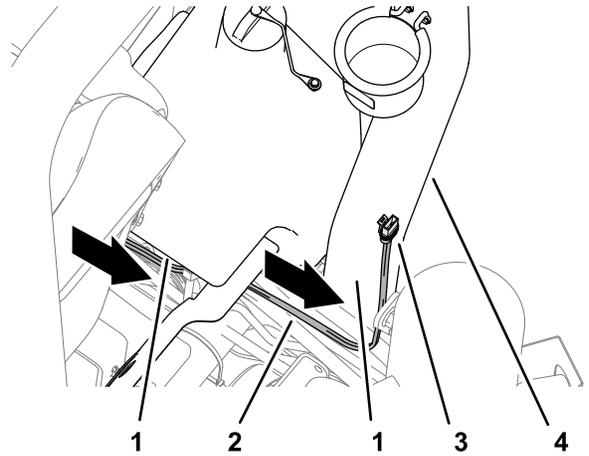

図 12
4. ワイヤハーネスを燃料タンク底に沿って配設し、右側 ROPS チューブに沿って上へ導く 図 12。